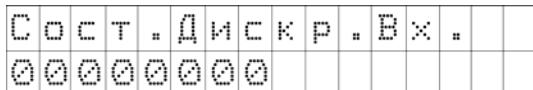

Рисунок 6.3
6.4.3 Текущее состояние дискретных входов, отображается в параметре **Сост.Дискр.Вх.**. Оперативный, не доступный для редактирования параметр. Отображается на ЖКИ в бинарном виде. Младший разряд параметра соответствует дискретному входу C8, старший – C1. Состояние дискретных входов отображается в виде битовой маски (рисунок 6.3). Соответствие разрядов индикатора дискретным входам, отображено в таблице 6.1.